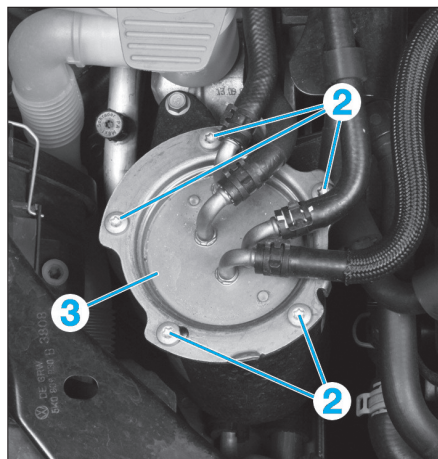

Fig. 40
- Déposer les vis de fixation (2) et sortir le couvercle (3) (Fig.40).
- Remplir préalablement le corps de filtre de carburant propre, afin de faciliter le réamorçage du circuit, remplacer les joints d'étanchéité (5) et (6) (Fig.40), puis serrer les vis (2) en diagonale.